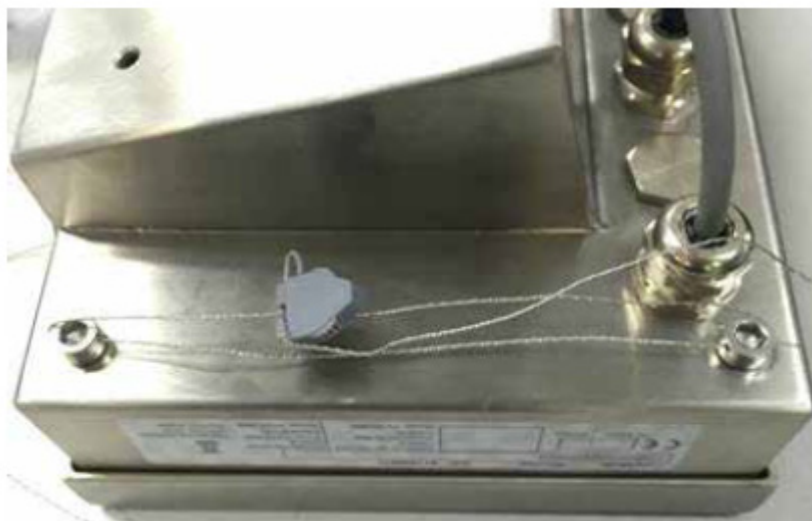

Figura 2-15: Metodo di sigillatura
I dettagli relativi al sigillo in piombo sono riportati nella Figura 2-15. Di seguito la procedura da seguire:
2. Far passare il cavo di tenuta attraverso due bulloni di tenuta adiacenti, quindi fissare il fermo del sigillo come mostrato nella Figura 2-15.